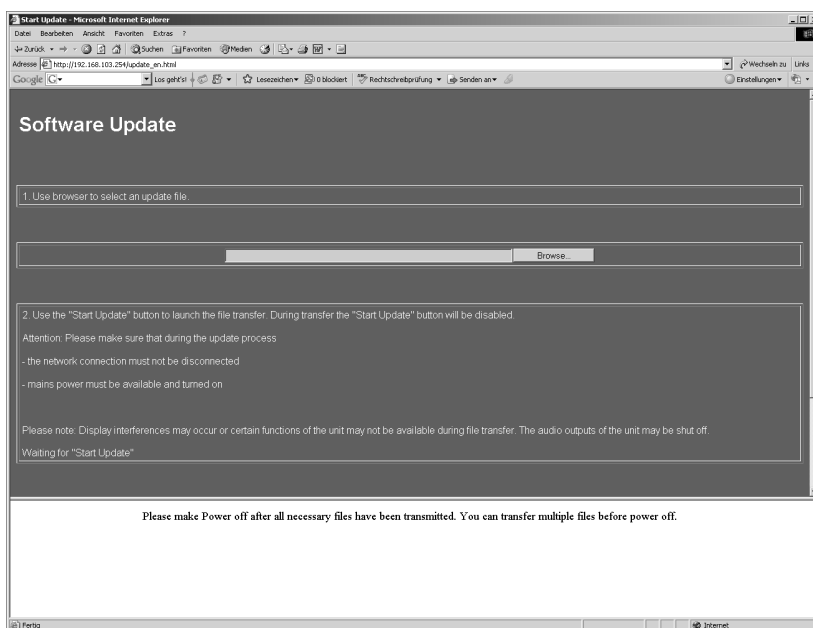

Bild 8-8: Ende des Daten-Transfers der gewählten Update-Datei
8. Erscheint in der Statusleiste die Meldung „Please make power off after all nessecary files have been transmitted. You can transfer multiple files before power off“ ist der Transfer der ersten Datei abgeschlossen (siehe Bild 8-8). Aber schalten Sie **nicht nicht** den SurroundMonitor aus! Fahren Sie mit Schritt 9 auf der nächsten Seite fort.